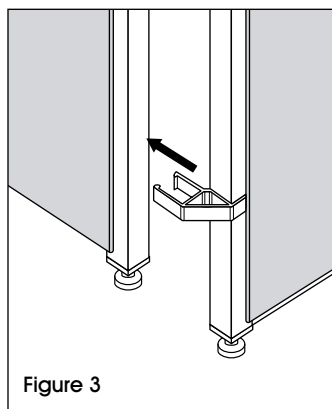

Figure 3
3. Alignez la deuxième cloison avec les connecteurs de la première cloison et reliez-les. (Voir Figures 3 et 4)
**REMARQUE :** Les figures 3 et 4 montrent des connecteurs d'angle.